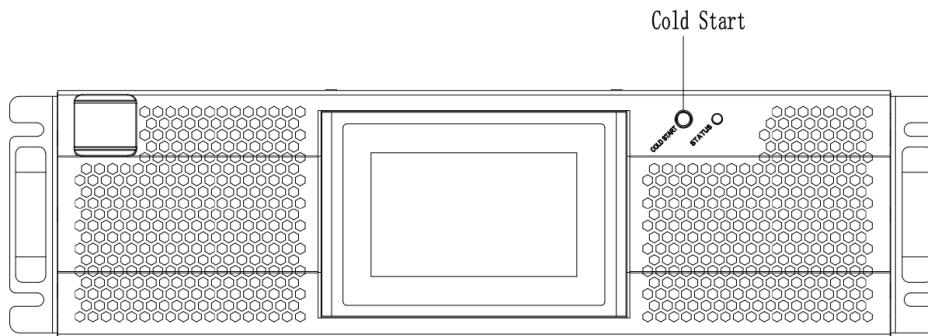

Рисунок 53. Кнопка холодного запуска ИБП
2. Нажмите красную кнопку "Cold start" (Рисунок 53) ИБП начнёт работу от энергии аккумуляторного массива.